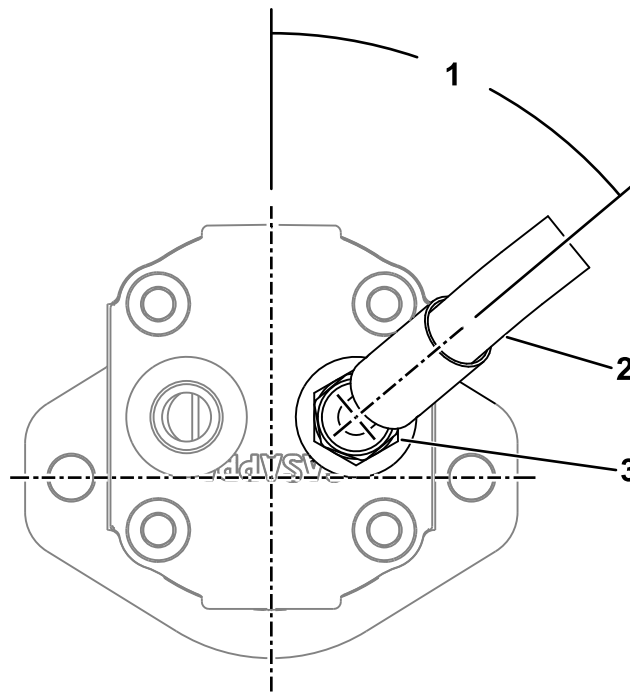
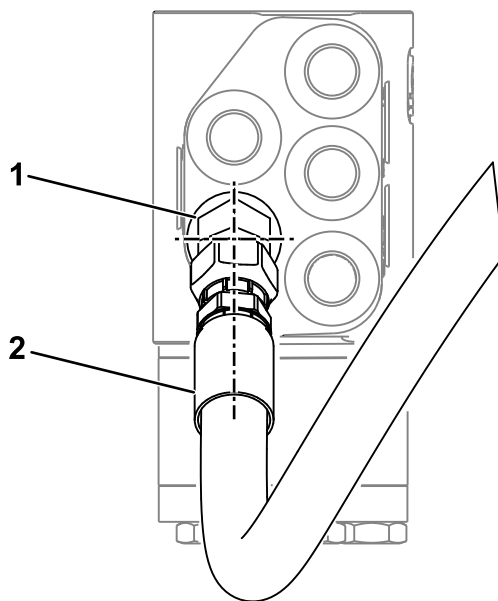

Figura 11
Figura 12
2. Collegate il raccordo del flessibile idraulico a 45° al nuovo raccordo diritto e orientatelo a 50° come illustrato nella Figura 11.
4. Collegate il raccordo del flessibile idraulico diritto al nuovo raccordo a 45° come illustrato nella Figura 12.
6. Accertatevi che il flessibile e i raccordi siano allineati come illustrato nella Figura 11 e Figura 12 e che non ci siano aggrovigliamenti nel flessibile quando viene inserito accanto ai tubi idraulici esistenti.